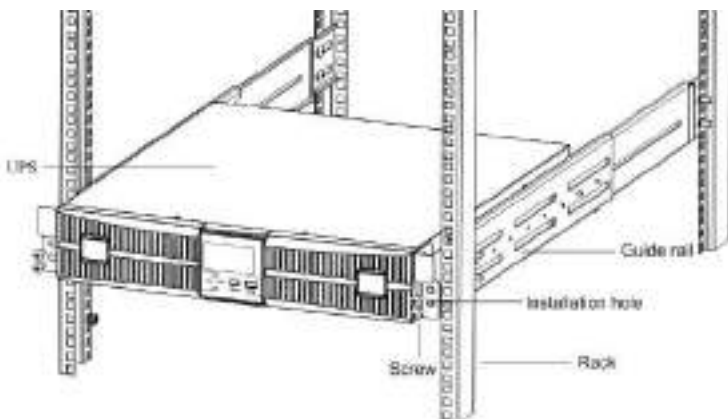

Fig.4-8 Instalación de UPS
2. Coloque el SAI en la guía en el bastidor, asegurándose de que quede completamente dentro a lo largo del carril de guía (está prohibido mover los UPS a través de los soportes). Y fijar el UPS en el bastidor con los tornillos a través del agujero de instalación en el soporte, como se muestra en la Fig.4-8.